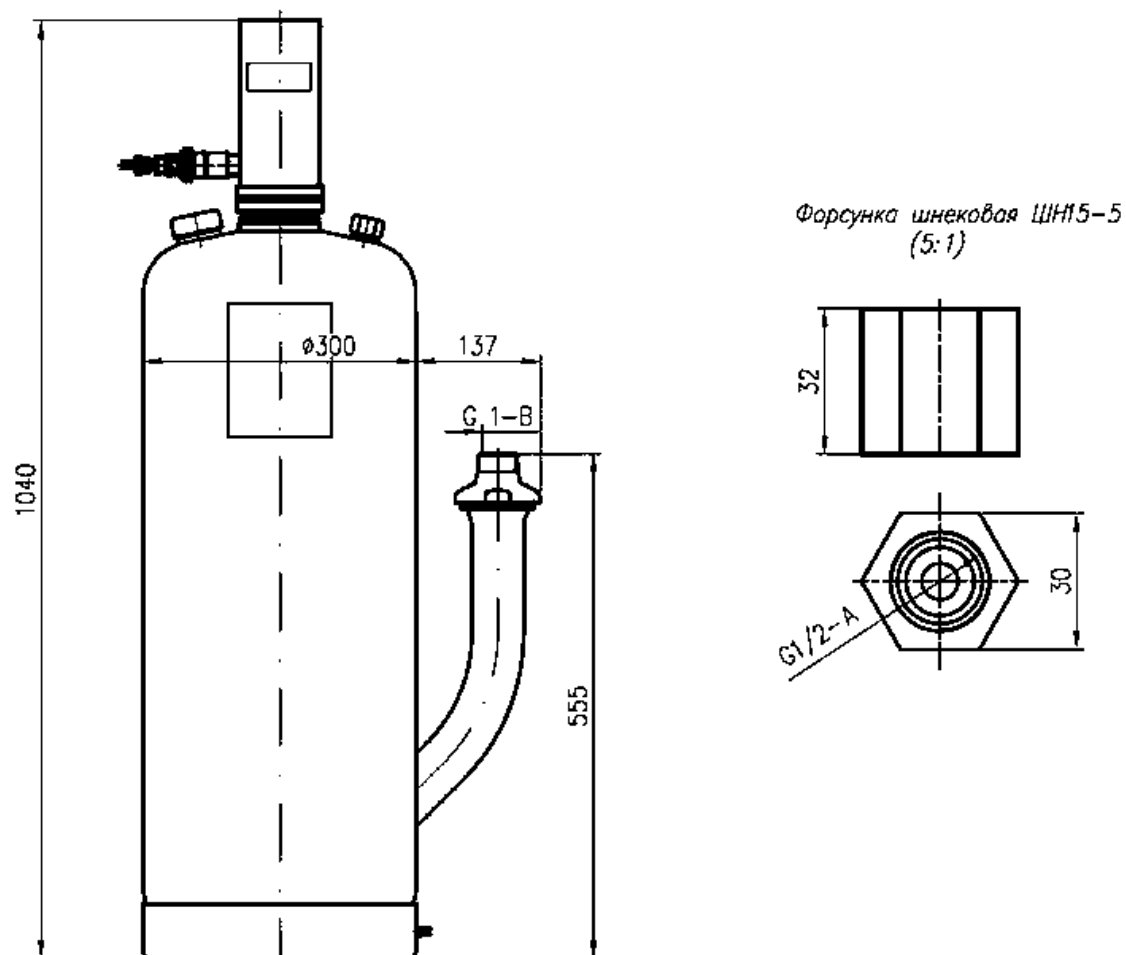

Рис. 1. Габаритные размеры модуля пожаротушения тонкораспыленной водой «Буран 50ТРВ».
4. Габаритные размеры, мм	см. рис.1